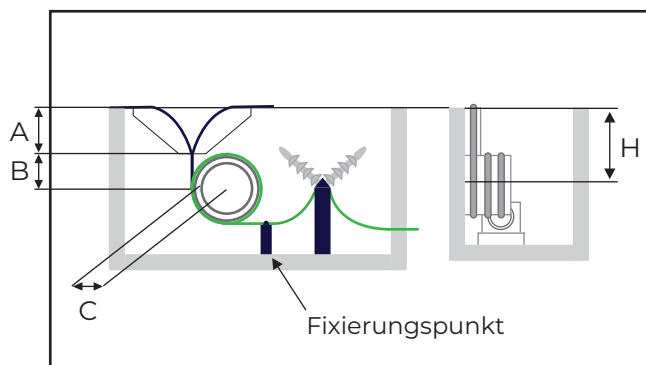

Abbildung 1
- 2. Fixieren der Leitung in der Mitteneinspeisung:** Der grundsätzliche Grund der Zugentlastungstrommel liegt darin, die auftretenden Zugkräfte über eine möglichst lange Leitungslänge aufzufangen um Leitungsbeschädigungen oder Ausfälle durch eine Klemmstelle zu vermeiden. Nach $2 \frac{1}{2}$ Windungen der Leitung auf der Zugentlastungstrommel ist davon auszugehen, dass die Leitung bewegungsfrei ist und mittels einer Schelle geführt werden kann. (siehe Abbildung 1)